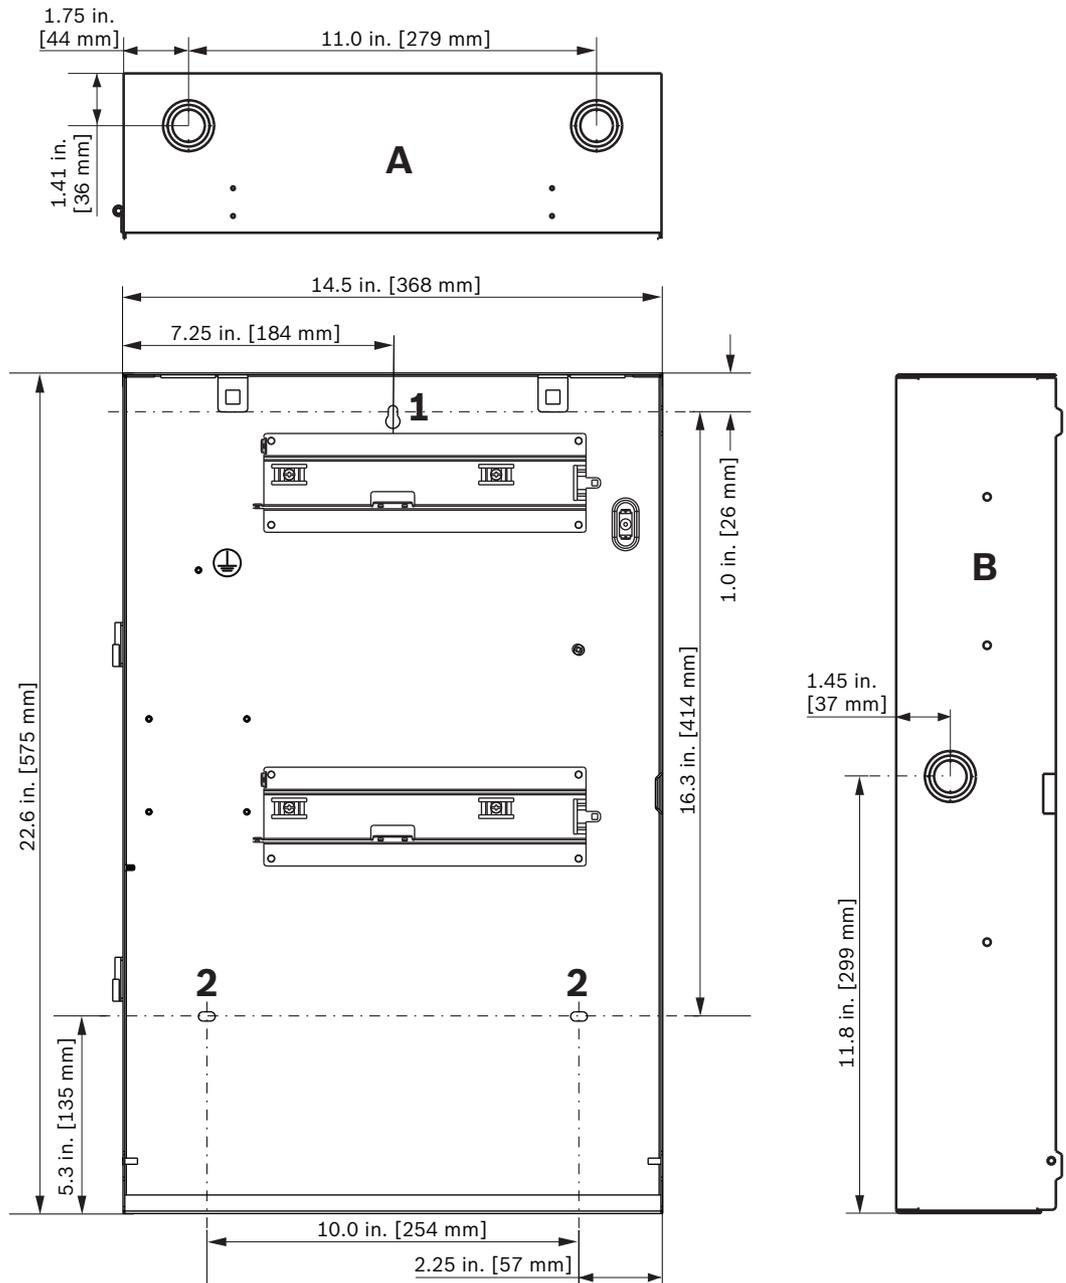

Figura 4.1 Diagrama de Dimensões do Gabinete (em polegadas e mm)
O gabinete é instalado usando um orifício de instalação localizado na parte superior da caixa de base (consulte a *Figura 4.1*, Item 1) e dois orifícios de fixação localizados na seção inferior (consulte a *Figura 4.1*, Item 2).
1. Usando a caixa como gabarito, marque o orifício de instalação superior na superfície de montagem (consulte a *Figura 4.1*).
6. Remova as tampas das entradas dos cabos desejadas no gabinete (consulte a *Figura 4.1* na *Página 57*).